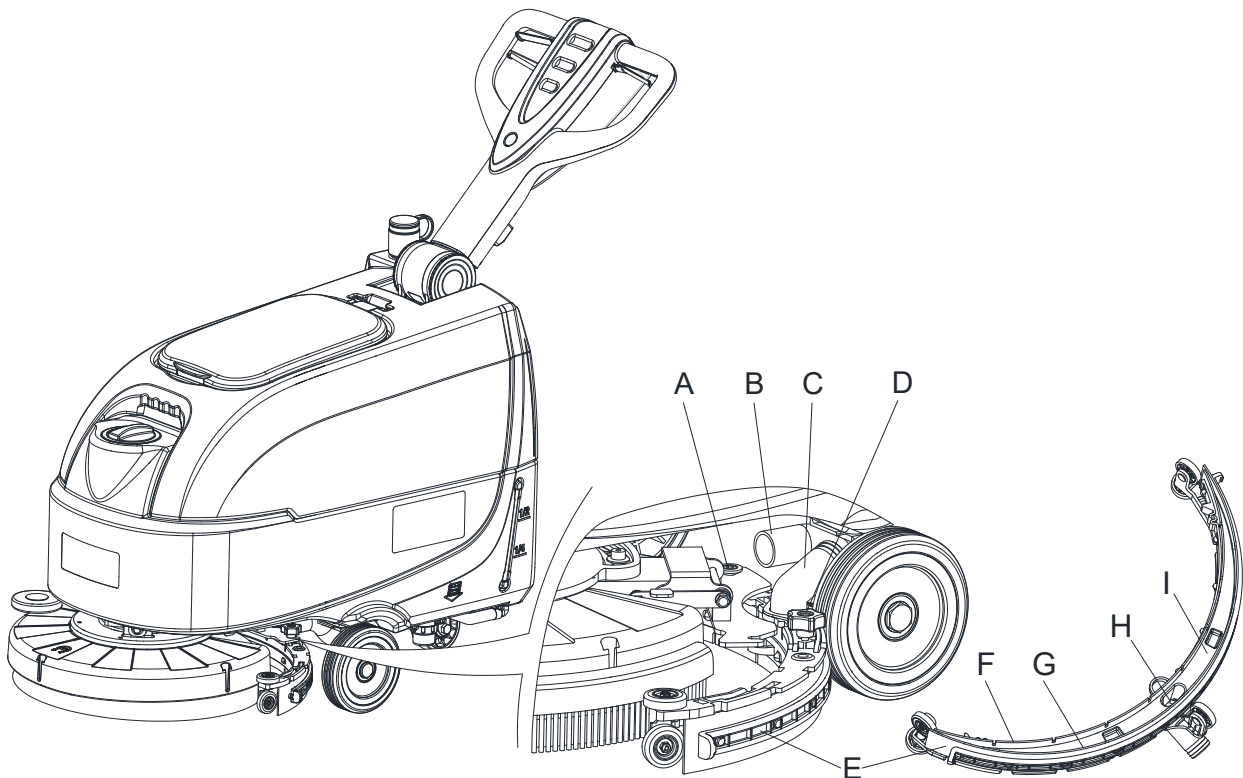
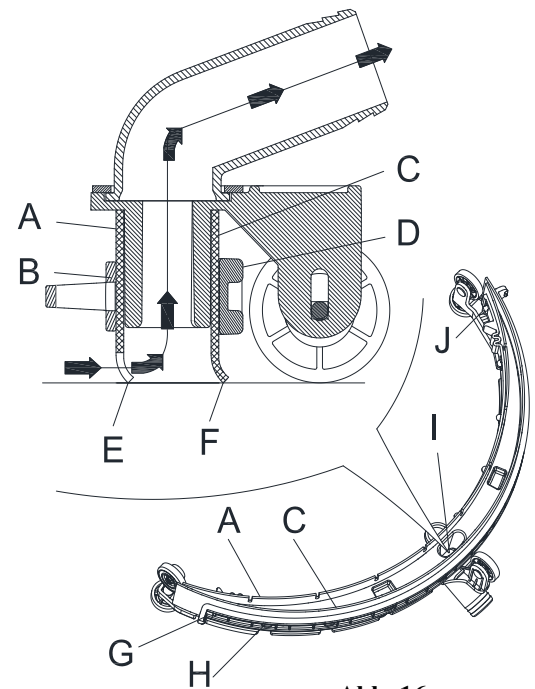

Abb. 15
Abb. 16
4. Den Saugschlauch (B, Abbildung 15) von der Saugleiste (C) abziehen.
5. Lockern Sie die Knöpfe (D) und entfernen Sie die Saugleiste (E).
6. Reinigen Sie die Saugleiste aus Stahl oder aus Kunststoff (E, Abbildung 15). Reinigen Sie insbesondere die Teilbereiche (I) und die Öffnung (H). Überprüfen Sie die vordere (F) und die hintere Lippe (G) auf Unversehrtheit, Schnitte und Risse. Ersetzen sie diese ggf. (siehe die Vorgehensweise im nachfolgenden Absatz).
2. Überprüfen, ob der vordere (A, Abb. 16) und der hintere Gummi (C) unversehrt sind und keine Schnitten oder Risse aufweisen, gegebenenfalls wie folgt austauschen. Überprüfen, ob die Vorderkante (F) des hinteren Gummis verschlissen ist. Gegebenenfalls Gummi umdrehen und eine der drei unversehrten Kanten als Vorderkante verwenden. Wenn auch die anderen drei Kanten abgenutzt sind, das Gummi wie folgt ersetzen:
- Mit der Lasche (G) das elastische Band (D) aus den Haltevorrichtungen (H) nehmen und entfernen, dann den hinteren Gummi (C) auswechseln/umdrehen.
- Den hinteren Gummi in umgekehrter Reihenfolge des Ausbaus wieder einbauen. Das elastische Band (D) an den Haltevorrichtungen (H) ausgehend von einer Seite fixieren. Jeweils an die Haltevorrichtungen binden, indem das Band vor dem Halten mit einer Hand blockiert wird und es mit der anderen Hand gezogen wird, um das Fixieren zu erleichtern.
- Das elastische Befestigungsband (B) aus den Halterungen (J) befreien und ausbauen.
- Den vorderen Gummi (A) auswechseln (oder umdrehen), dann das elastische Befestigungsband wieder einbauen(B).
3. Die Saugleiste (E, Abbildung 15) installieren und die Knöpfe (D, Abbildung 15) niederdrücken.
4. Den Saugschlauch (B, Abbildung 15) an der Saugleiste (C, Abbildung 15) anschließen.